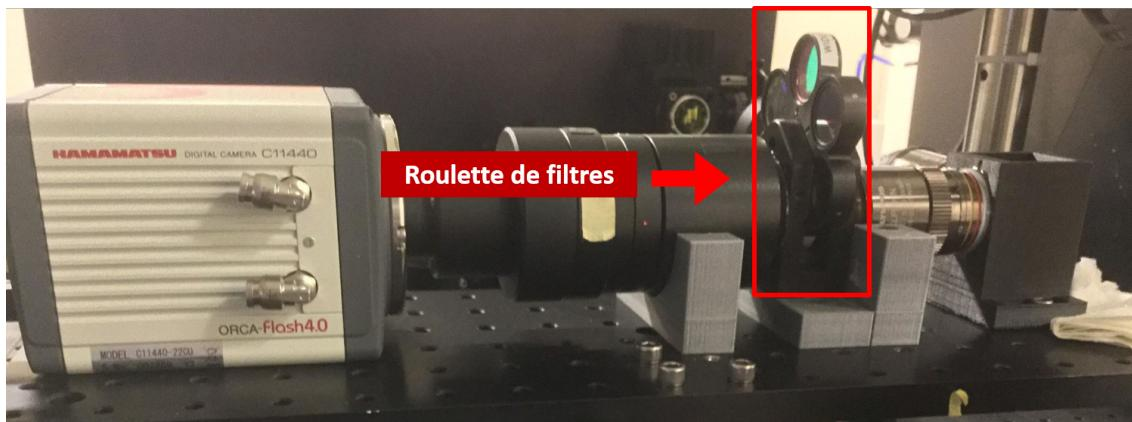

Figure 13 – Roulette de filtres
- Tourner la *roulette de filtres* et sélectionner le *Alexa 594* (voir figure 13).